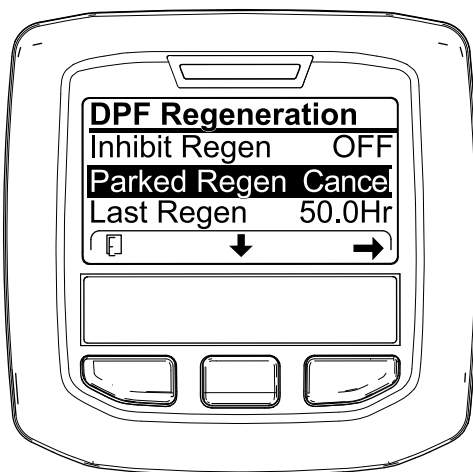
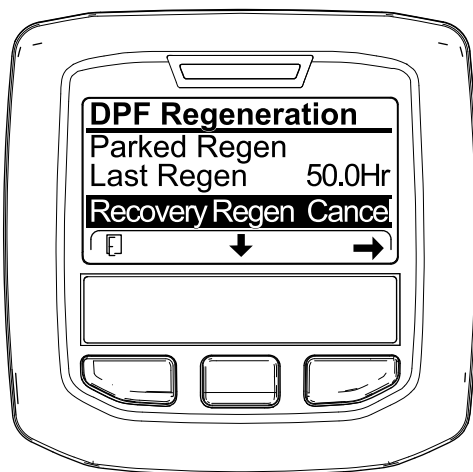

図 58
図 59
1. DPF 再生メニューにアクセスする 図 58。
2. 中央ボタンを押して下へスクロールし、駐車再生キャンセル PARKED REGEN CANCEL (図 58) またはリカバリ再生キャンセル RECOVERY REGEN CANCEL を選ぶ 図 59。
3. 右ボタンを押すと再生キャンセルに Regen Cancelに入る 図 58または 図 59。